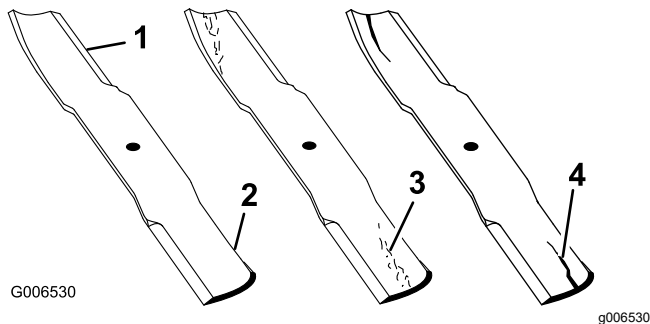

Figure 29
1. Examinez le tranchant des lames (Figure 29).
4. Remplacez immédiatement toute lame fendue, usée ou qui présente une entaille (Figure 29).